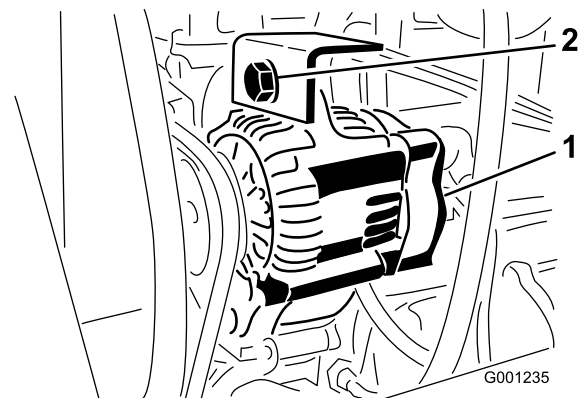

Figure 77
2. Desserrez le boulon de montage de l'alternateur (Figure 77).
3. Augmentez ou diminuez la tension de la courroie d'alternateur et resserrez le boulon de montage (Figure 77).